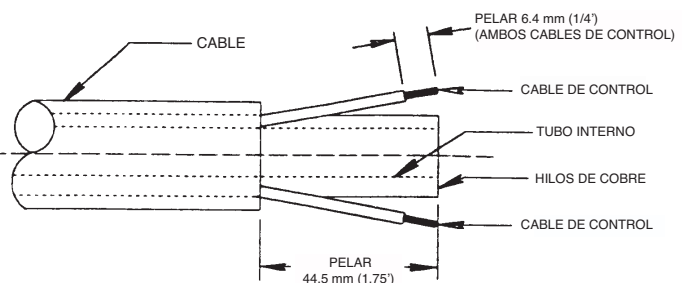

FIGURA D.1
- Corte la sección dañada del cable y quite la cubierta externa como se muestra en la Figura D.1. Tenga cuidado de no cortar el aislamiento en los cables de control rojo y blanco 6.4 mm (1/4 de pulgada) y conecte una nueva terminal S19492-2 a cada cable.
- Corte la sección dañada del cable y quite la cubierta externa como se muestra en la Figura D.1. Tenga cuidado de no cortar el aislamiento en los cables de control mientras quita la cubierta. Pele las puntas de los cables de control rojo y blanco 6.4 mm (1/4 de pulgada) y conecte una nueva terminal S19492-1 a cada cable.